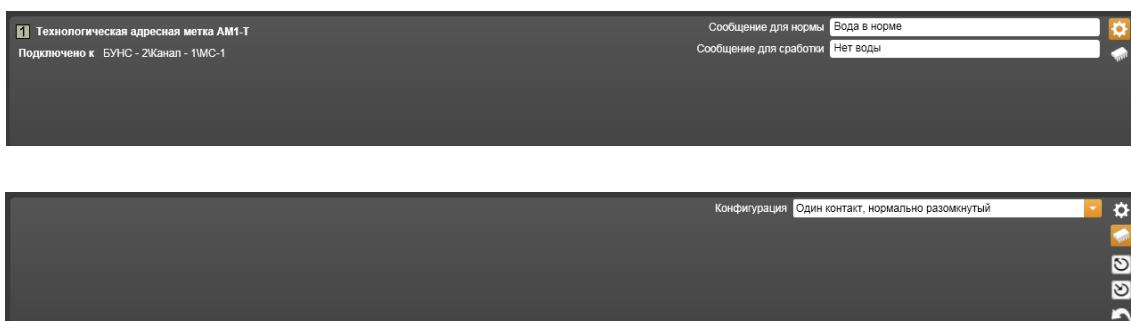

Рисунок 14.3.57 – Свойства Технологической адресной метки АМ1-Т
18) **Технологическая адресная метка АМ1-Т** (Рисунок 14.3.57).
- – **Параметры по умолчанию** – значок, при щелчке на котором происходит считывание параметров из памяти компьютера в таблицу параметров текущей закладки (Нижний рисунок 14.3.57).